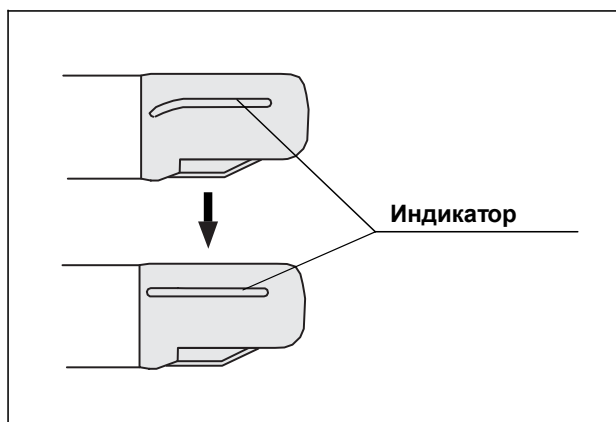

Рис. 3.21
8. Держите нижний конец дистальной оболочки и поверните его до индикатора в прямое положение, как указано на Рис. 3.21.